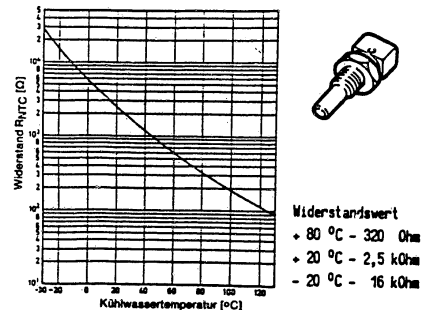

Bild 37 Einspritzanlage Renix: Widerstandswerte des NTC-Fühlers in Abhängigkeit der Kühlwassertemperatur.
- Der **Kühlmittel-Temperaturfühler** (NTC-Element) ist in Abhängigkeit der Temperatur auf den Widerstandswert zu kontrollieren (Bild 37). Bei fehlendem Signal stellt sich das Steuergerät beim Anlassen auf eine Temperatur von 30°C und bei laufendem Motor von $90...100^\circ\text{C}$ ein.